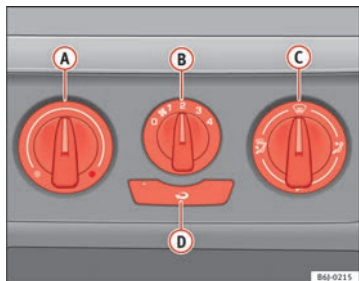

Abb. 92 In der Instrumententafel: Bedienelemente der Heizung
- Drehen Sie den Temperaturregler ⇒ Abb. 92 **A** nach links.
- Drehen Sie den Temperaturregler ⇒ Abb. 92 **A** nach rechts, bis die gewünschte Heizleistung erreicht ist.
- Drehen Sie den Temperaturregler ⇒ Abb. 92 **A** ganz nach rechts auf die höchste Heizleistung.
- Drehen Sie den Temperaturregler ⇒ Abb. 92 (A) in den Heizbereich.
- Drehen Sie den Gebläseschalter (B) in die Gebläsestufen 2 - 3.
- Schließen Sie die Düsen (3).
- Öffnen Sie die Düsen (4) und richten Sie sie auf die Seitenfenster.